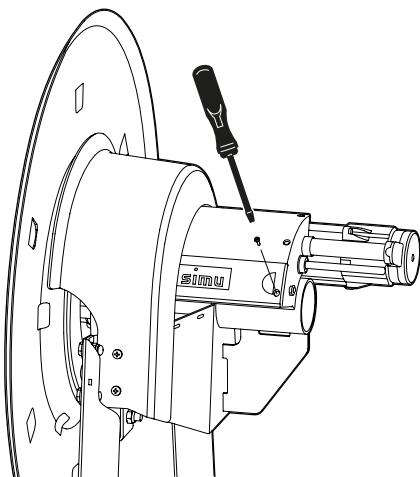

Fig. 6
1. Abra la trampilla, consulte la Fig. 6.